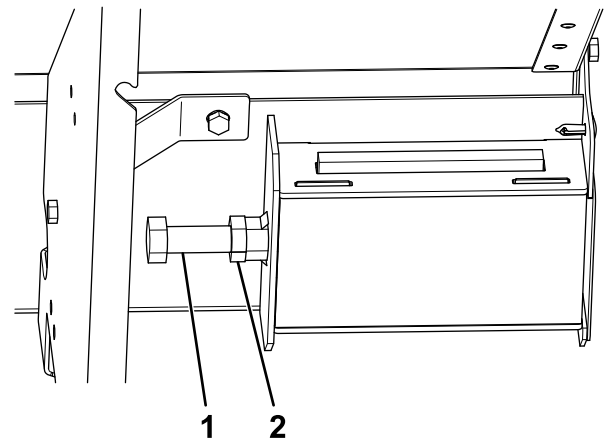

Figure 27
4. Pour régler la tension, desserrez les écrous de blocage sur les côtés de l'épandeur (Figure 27).